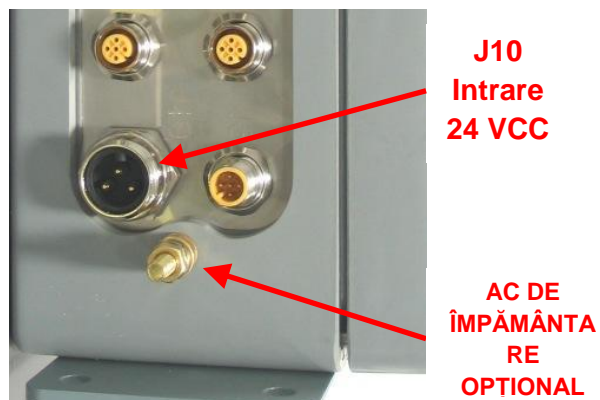

FIGURA 10 – CUTIE DE CONTROL A GIROSCOPULUI
- ii. Nu conectați nimic la acul de împământare indicat în Figura 10. Cutia de control a Giroscopului este legată la pământ de suporturi de reazem direct la clama din față a Giroscopului.